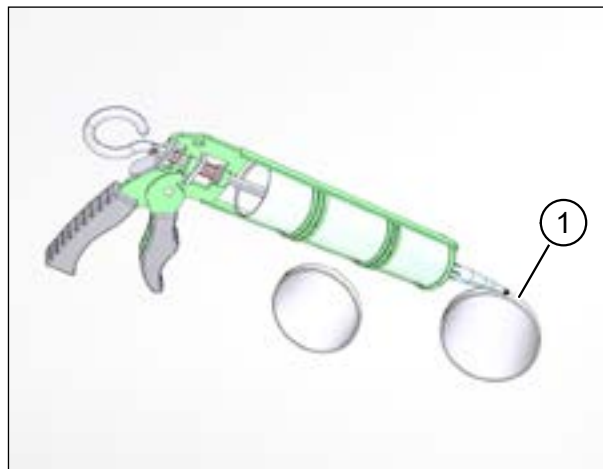

Рис. 30: герметизировать трубы приточного и вытяжного воздуха на наружной стене
- ▶ Снимите фаски с кромок обеих труб (поз. 1 на рис. 30) примерно под углом $5 \times 45^\circ$, чтобы создать зазор для уплотняющих швов с использованием эластичного герметика.